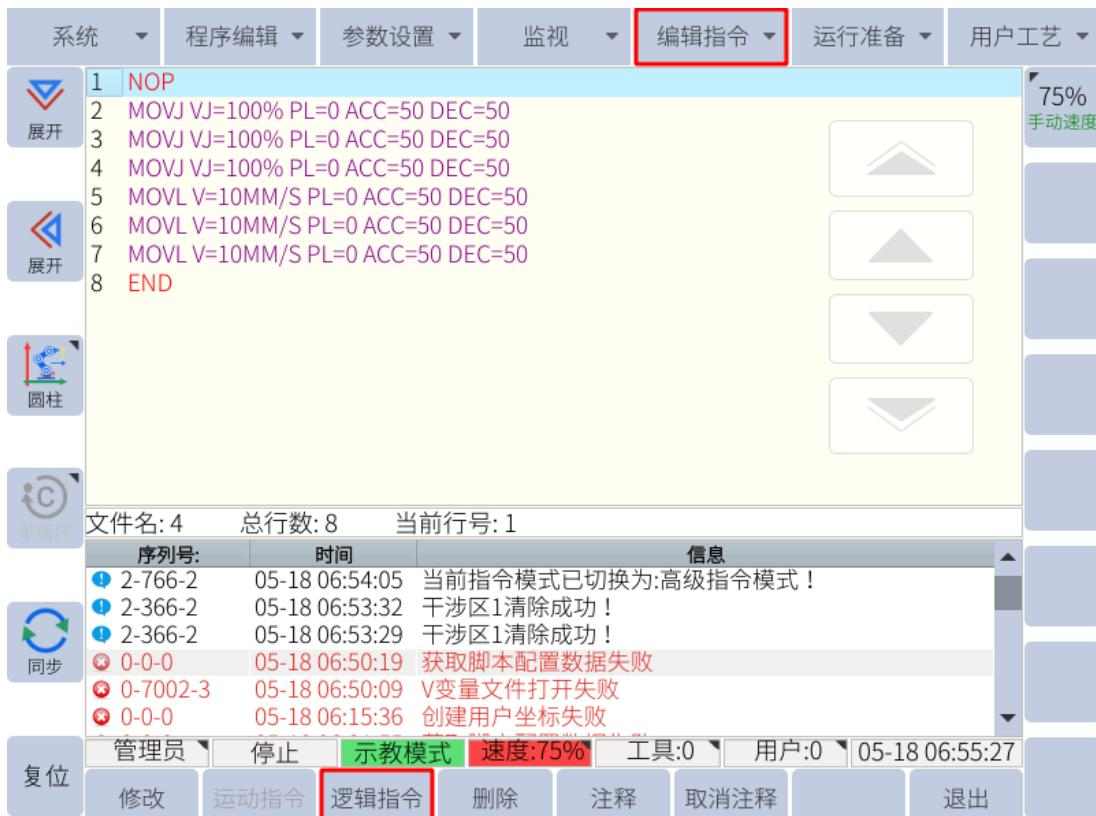

图 4-4：插入其他指令
2. 然后按主菜单下的“编辑指令”或子菜单区域的“逻辑定制指令”选择要插入的指令，如图 4-4 所示。